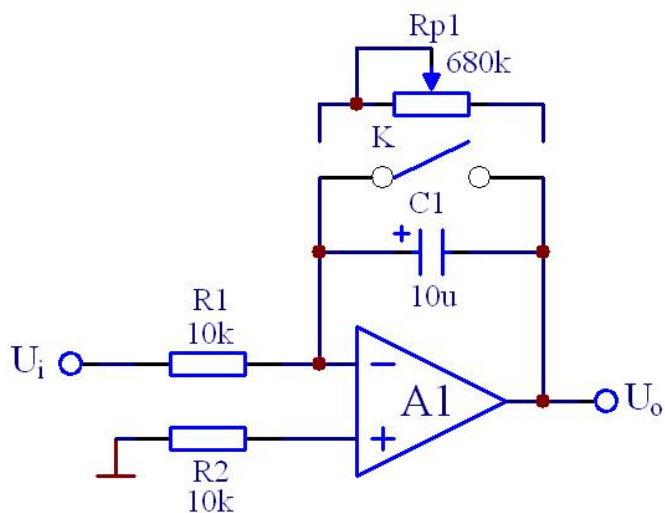

图 7.1 积分电路
1. 分析图 7.1 电路,若输入正弦波, $U_o$ 与 $U_i$ 相位差是多少? 当输入信号为100Hz有效值为2V时, $U_o=?$
实验电路如图 7.1 所示,先不接入 $R_{P1}$ ,连接+12V和-12V到集成电路区。
(2) 测量饱和输出电压及有效积分时间。
(3) 使图 7.1 中积分电容  $C_1$  改为  $0.1\mu$ ，在积分电容两端并接  $R_{P1}$ ，将  $R_{P1}$  调到电阻最大。断开 K， $U_i$  分别输入频率为 **100Hz** 幅值为  $1V$  ( $V_{P-P}=2V$ ) 的**正弦波和方波**信号，观察和比较  $U_i$  与  $U_o$  的**幅值大小及相位关系**，并记录波形。将  $R_{P1}$  调整为  $100k$ ，重复以上步骤，观察记录波形并与  $R_{P1}$  最大时比较。注意两种情况下输出波形的直流偏移量。